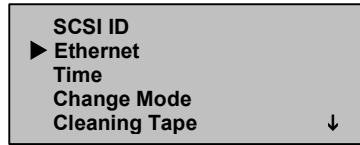

Figura 23: Seleccione Ethernet
3. En el submenú Configuration, desplácese hasta la opción Ethernet. (Consulte la Figura 23.)